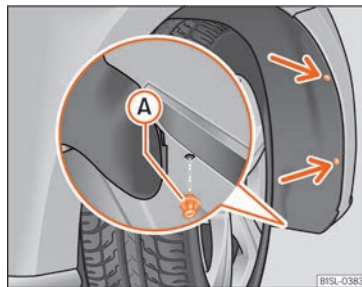
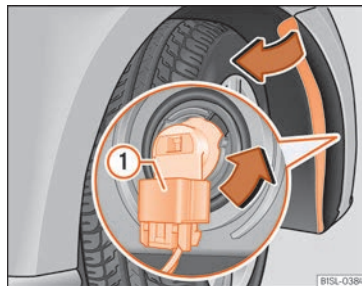

Fig. 50 Passage de roue avant droit : accès à la lampe.
Fig. 51 Remplacement des ampoules des projecteurs.
• Dévissez les 2 vis de fixation de la garniture du passage de roue »» fig. 50 (flèches) à l'aide du tournevis de l'outillage de bord »» page 39.
• Dévissez le rivet à expansion dans la partie inférieure, à l'avant de la garniture du passage de roue (A) à l'aide du tournevis de l'outillage de bord et retirez-le complètement »» page 39.
• Libérez le connecteur »» fig. 51 (1) et retirez-le.
• Tournez le porte-ampoules »» fig. 51 dans le sens de la flèche, **dans le sens contraire des aiguilles d'une montre** jusqu'en butée, et retirez-le avec l'ampoule en tirant vers l'arrière.
• Branchez le connecteur (1) au porte-ampoule. La connexion doit s'encaster de manière audible.
appuyez complètement dessus vers l'intérieur »» fig. 50 (A).
• Vissez fort les 2 vis de fixation »» fig. 50 (flèches) à l'aide d'un tourne-vis.